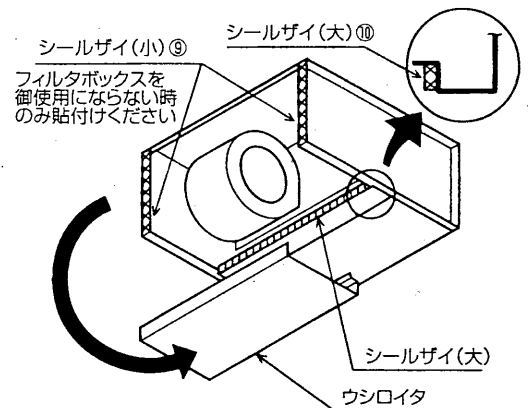

図4
1. ウシロイタを外し(ネジ6本) 図の方向に付け換えてください。(図4)
2. 付属のシールザイを図の位置に貼付けください。(図4)